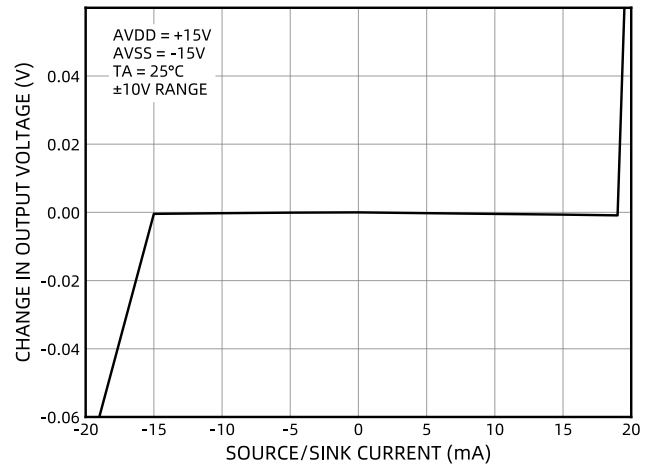
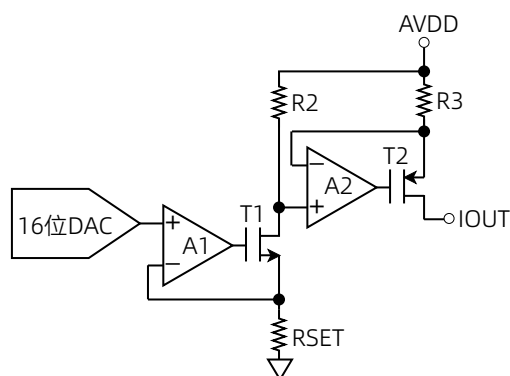
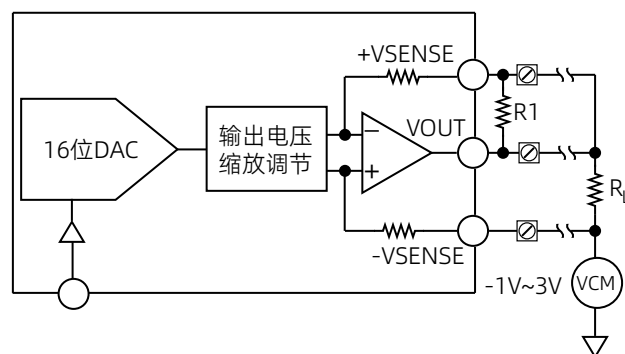

图 31 负满量程下输出放大器的灌电流和拉电流能力
图 60 电压电流转换电路
图 61 电压输出
来自 DAC 的电压输出被转换为电流（参见图 60），然后镜像到电源轨，以便实现相对于地的电流源输出，或者 DAC 电压经过缓冲、缩放且被编程控制后输出单极性或者双极性电压（参见图 61）。电流和电压分别从不同的管脚输出，且不可同时输出。
输出放大器的拉电流驱动能力和灌电流驱动能力参见图 31。其压摆率为  $1\text{V}/\mu\text{s}$ ，满量程建立时间最大为  $25\mu\text{s}$ （10V 阶跃）。图 61 显示了电压输出在  $-1\text{V}\sim 3\text{V}$  的共模电压（VCM）上驱动负载  $R_L$ 。在输出模块应用中，如果线缆从 +VSENSE 断开，会导致放大器回路断开，从而可能在 VOUT 管脚上产生破坏性的大电压，因此应在图 61 所示的 +VSENSE 和 VOUT 之间放置一个  $2\text{k}\Omega\sim 5\text{k}\Omega$  的可选电阻 R1，以确保放大器回路保持闭合。如果不需要远程检测负载，可将 +VSENSE 直连至 VOUT，并将 -VSENSE 接地。更改电压输出范围时，可能会产生毛刺。因此，建议在更改电压输出范围之前，通过将控制寄存器的 OUTEN 位设置为逻辑低电平来禁用输出，以防止产生毛刺。
- 由于负载开路或电源电压不足导致 IOUT 端口电压上升超过合规电压时， $\overline{\text{FAULT}}$  管脚将被激活。IOUT 电流由一个 PMOS 晶体管和内部放大器控制（参见图 60）。PMOS 管栅端电压与内部放大器的地电位压差接近 1V 时触发报警。由于比较是在输出放大器的反馈回路中进行的，输出精度由其开环增益保证，并且在  $\overline{\text{FAULT}}$  输出激活之前不会发生输出误差。
RSET 作为内部检测电阻，是电压到电流转换电路的一部分（参见图 60）。输出电流的温漂特性取决于 RSET 的温漂结果。为了提高输出电流温漂性能，可以在 CM7551 的 RSET 管脚上连接一个 15k $\Omega$  的精密低温漂外部电阻，以代替内部电阻 (RSET)。可通过控制寄存器选择外部电阻（参见表 12）。